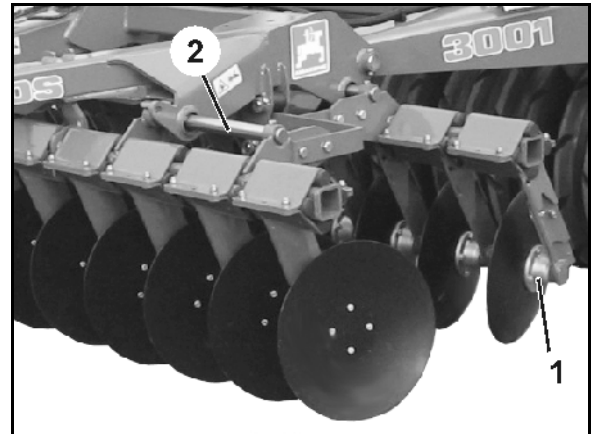

Рис. 8
Система подшипников вогнутых дисков (Рис. 8/1) состоит из двухрядного радиального шарикоподшипника с уплотнительным кольцом и наполнением маслом и не требует технического обслуживания.
- Смещение обоих рядов дисков, которое через передвижное устройство (Рис. 8/2) согласуется с рабочей глубиной и скоростью. Эта регулировка производится с помощью эксцентрикового регулировочного пальца **AMAZONE**.